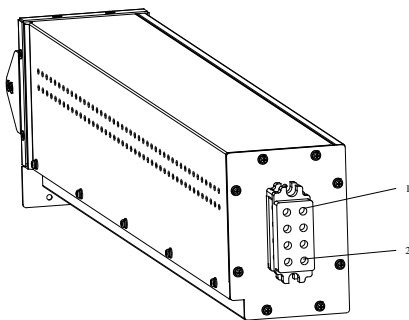

Fig. 2-1: Caja de la batería
- La tensión entre los puntos 1 y 2 (Fig. 2-1) puede superar los 150 V CC, por lo que no deben tocarse y la cubierta debe permanecer puesta cuando no esté instalada.
- Compruebe si la tensión de la batería entre 1 y 2 (Fig. 2-1) es superior a 125 V y la polaridad es correcta.
<ul style="list-style-type: none"> ● La tensión de la batería entre 1 y 2 (Fig. 2-1) es superior a 130 V. ● El paquete de baterías pesa más de 25 kg; se necesitan dos personas para transportarla juntas.